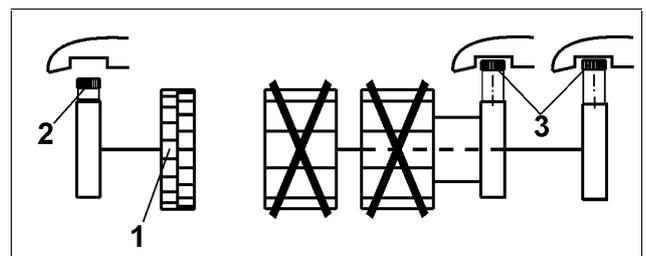

Fig. 63
Zur Aussaat mit dem Feinsärad (Fig. 63/1)
- Rändelschraube (Fig. 63/2) des Feinsärades einschrauben
- Rändelschrauben (Fig. 63/3) beider Hauptsäräder herausdrehen.